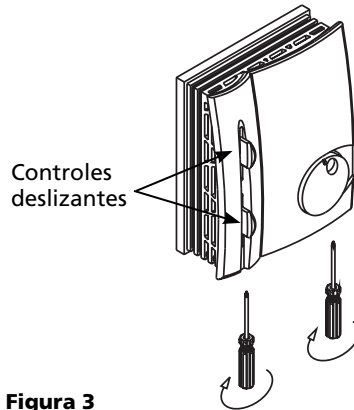

Figura 3
2. Utilice un destornillador para aflojar los tornillos de la parte inferior del termostato tal como se muestra en la Figura 3.